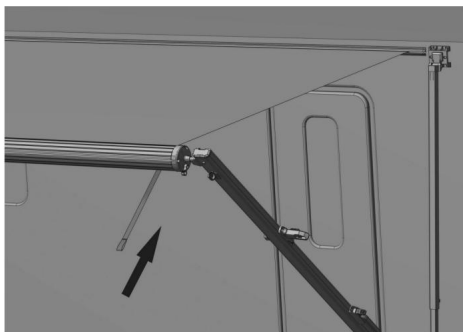

Figure D17
4.2.6 Relâchez lentement la bobine de recyclage jusqu'à ce qu'elle soit complètement rétractée. (À la fin, le coude d'un côté de la tige de traction peut être utilisé pour insérer la sangle à enrouleur pour un fonctionnement auxiliaire). (Figure D17)